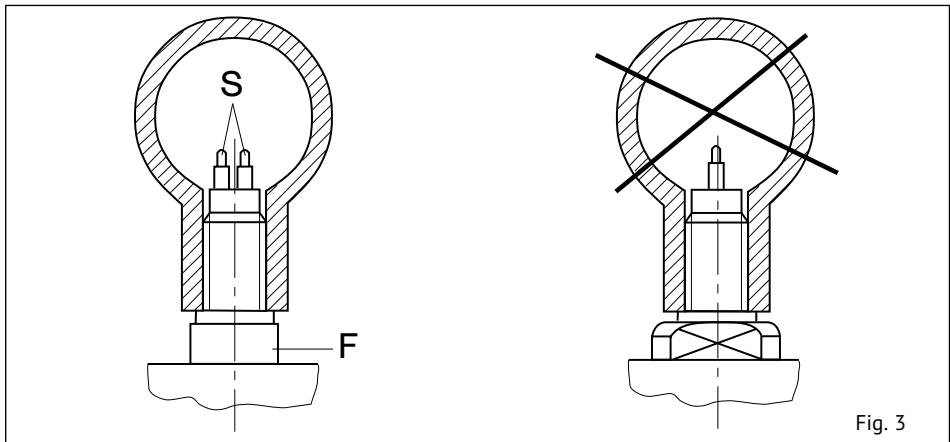
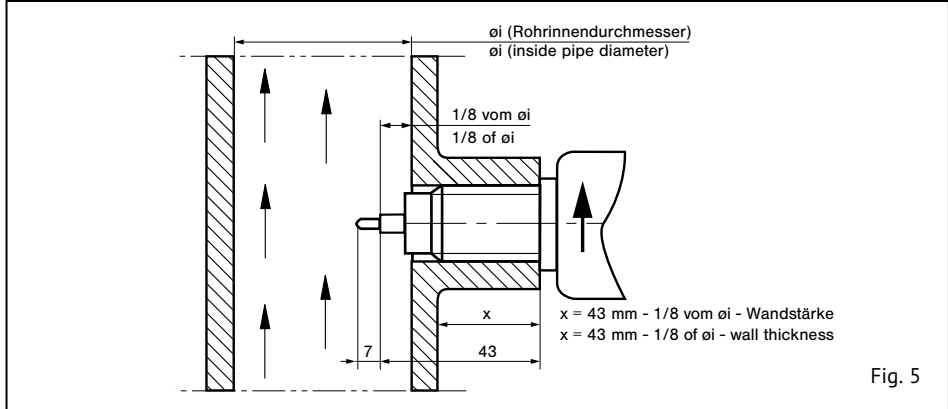

Fig. 3
Fig. 5
- Die Messfühler (S) müssen nebeneinander im Rohr liegen (siehe Fig. 3):
- The two sensors (S) must be side by side across the direction of flow (see fig. 3):
Die beiden Messfühler (S) müssen im eingebauten Zustand nebeneinander im Strömungsmedium liegen. Dies ist der Fall, wenn die Schlüsselansatzflächen (F) parallel zur Rohrleitung stehen (siehe Fig. 3). Bis 56 mm Rohrinne Durchmesser muss der Einschraubstutzen bündig mit der Rohrinne wand sein. Größer 56 mm Rohrinne Durchmesser muss die Fühlermitte (schräger Absatz) auf 1/8 des Rohrinne Durchmessers eingeschraubt werden. Der Pfeil (Laserbeschriftung) an der Seite des Gehäuses muss in Strömungsrichtung zeigen (siehe Fig. 5).
The two sensors (S) of the flow meter must be aligned side by side directly across the direction of flow. The sensors are correctly positioned when the wrench flats (F) are aligned parallel with the pipe (see fig. 3). For inside pipe diameters up to 56 mm (2.2 in) the shaft end must be in line with the inner pipe wall. For inside pipe diameters above 56 mm (2.2 in) the shoulder of the two sensors (7 mm (0.28 in) from the tip) must be positioned at 1/8 of inside pipe diameter  $\varnothing i$ . The arrow (laser marking) at the side of the housing must show in direction of flow (see fig. 5).
Die beiden Messfühler (S) müssen im eingebauten Zustand nebeneinander im Strömungsmedium liegen. Dies ist der Fall, wenn die Schlüsselansatzflächen (F) parallel zur Rohrleitung stehen (siehe Fig. 3). Die Fühlermitte (schräger Absatz) muss bei 1/8 des Rohrlinnendurchmessers positioniert werden. Der Pfeil (Laserbeschriftung) an der Seite des Gehäuses muss in Strömungsrichtung zeigen (siehe Fig. 7).
The two sensors (S) on the flow meter must be aligned side by side directly across the direction of flow. The sensors are correctly positioned when the wrench flats (F) are aligned parallel with the pipe (see fig. 3). The shoulder of the two sensors (7 mm (0.28 in) from the tip) must be positioned at 1/8 of inside pipe diameter  $\varnothing i$ . The arrow (laser marking) at the side of the housing must show in direction of flow (see fig. 7).